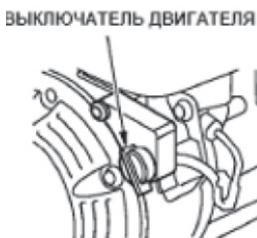

Рис. 2
1. Поверните выключатель в положение «ON» - «ВКЛ.» (Рис. 2)